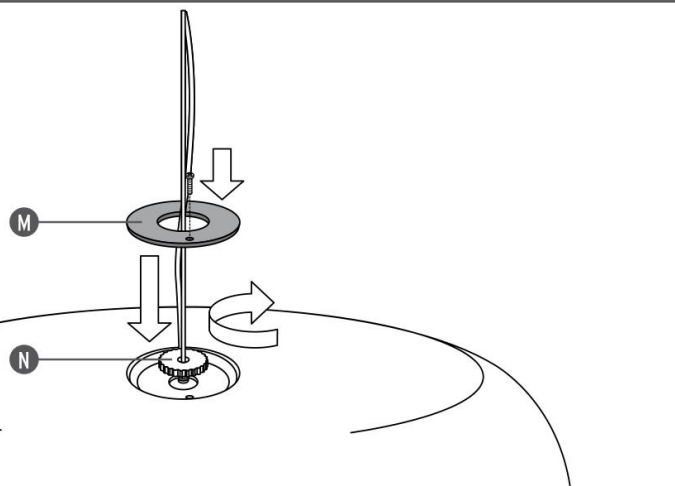

Fig. 12
- <IT> Fig.12 Riavvitare la ghiera (N) e rimontare la copertura (M).
- <GB> Fig.12 Tighten the ring nut (N) and reassemble the cover (M).
- <DE> Abb.12 Die Nutmutter (N) anschrauben und die Abdeckung (M) aufmontieren.
- <FR> Fig.12 Revisser l'embout (N) et remonter la protection (M).
- <ES> Fig.12 Enrosque de nuevo la abrazadera (N) y vuelva a montar la cubierta (M).
- <PT> Fig.12 Parafusar a rosca (N) e remontar a cobertura (M).
- <RUS> Рис.12 Вновь завинтить зажимное кольцо (N) и монтировать крышку (M).
- <J> 図.12 リングナット(N)をしっかりと締めて、カバー(M)を取り付けます。